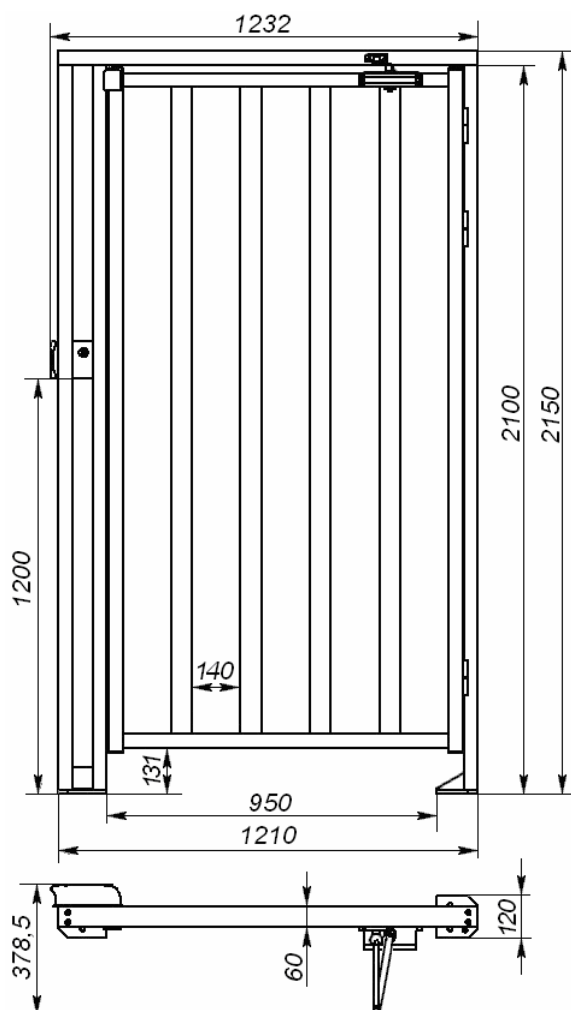
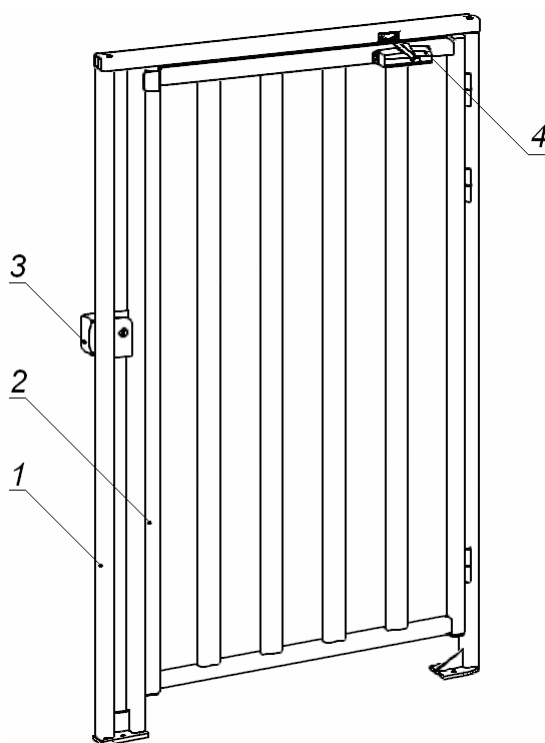

Рисунок 1. Габаритные размеры калитки PERCo-WHD-15
Рисунок 2. Общий вид калитки PERCo-WHD-15
¹ Габаритные размеры изделия представлены также на рис. 1
Устройство калитки показано на рис. 2. Габаритные размеры калитки указаны на рис. 1. Номера позиций в тексте руководства даны в соответствии с рис. 2, если не указано иначе. Калитка состоит из: рамы (1); створки (2); замка электромеханического (3); доводчика (4).